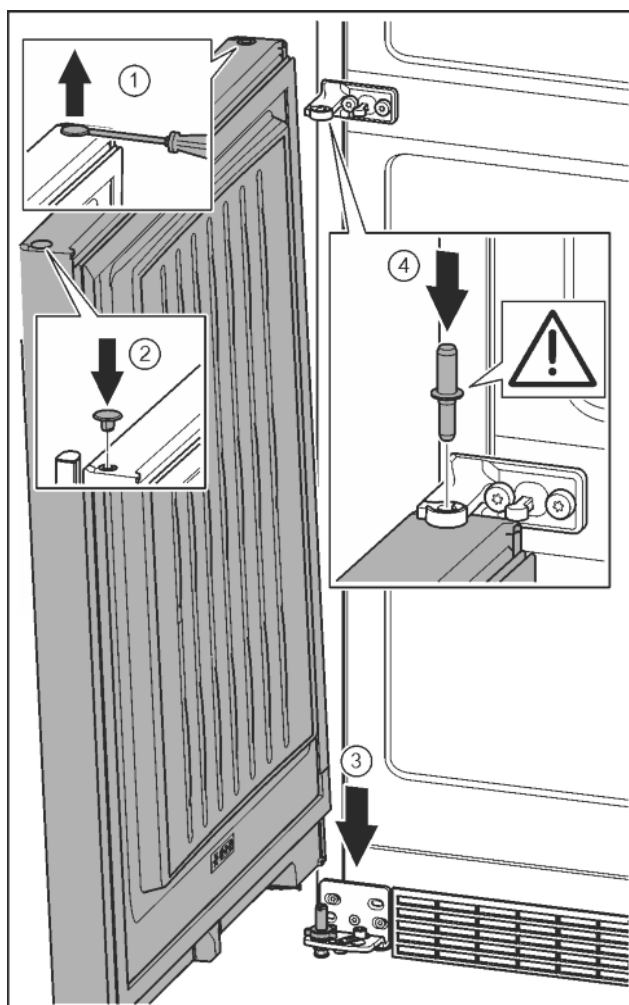

Fig. 22
- Zátku opatrně nadzvedněte plochým šroubovákem a vytáhněte. Fig. 22 (1)
- Zátku opět vložte na druhé straně dveří. Fig. 22 (2)
- Dveře nasad'te shora na dolní ložiskový čep. Fig. 22 (3)
- Prostřední ložiskový čep vložte do dolních dveří přes prostřední stojan ložiska. Přitom dávejte pozor, aby zajišťovací vačka směřovala dozadu. Fig. 22 (4)